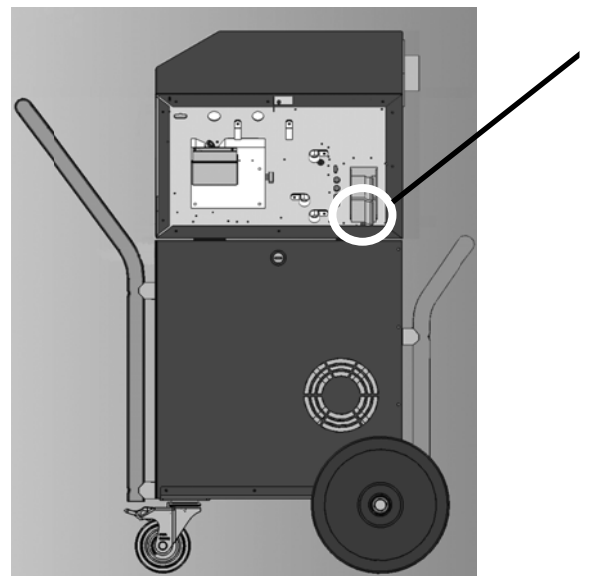

Bild 6
- Anslut USB minnet till USB porten. Bild 6